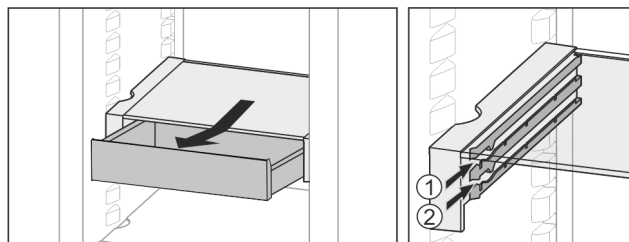

Fig. 35
- ▶ Na dowolnej wysokości Fig. 35 (1) lub Fig. 35 (2) wsunąć.